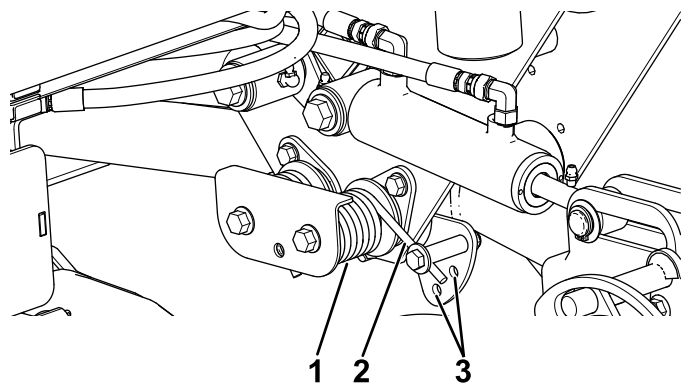

Figura 44
2. Introduceți un tub sau un obiect similar în capătul arcului lung pentru a elibera tensiunea arcului în timpul reglării (**Figura 44**).
3. La eliberarea tensiunii arcului, îndepărtați urubul și contrapiulia care fixează dispozitivul de acționare al arcului la nivelul consolei (Figura 44).